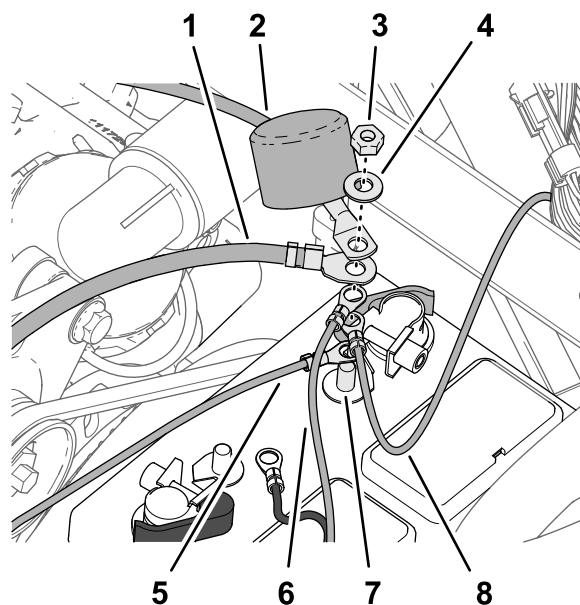

Figura 211
2. Monte los siguientes cables y terminales en el espárrago roscado del borne positivo de la batería (**Figura 211**), en el orden siguiente:
4. Coloque el capuchón aislante del cable positivo de la batería que va al motor de arranque sobre el espárrago roscado (**Figura 211**).